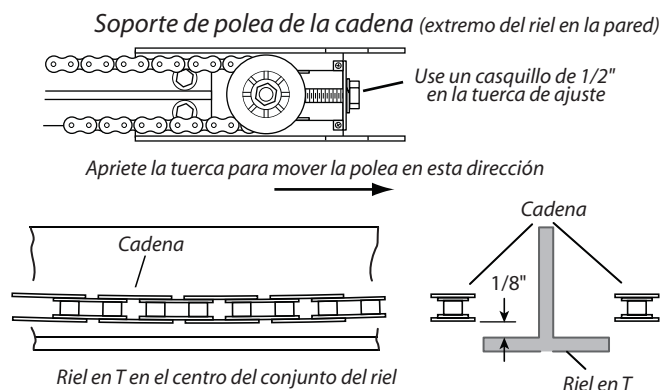

FIG. 1-3 Ajuste de la cadena.
2. Apriete la cadena girando en sentido dextrorso la tuerca de ajuste. La tuerca de ajuste de la cadena está localizada opuesta a la caja de control en el otro extremo del riel (Fig. 1-3).
3. Tense la cadena hasta que la cadena esté aproximadamente 1/8 de pulgada encima de la base del riel en el punto medio del riel (Fig. 1-3). **NO** apriete excesivamente la cadena.